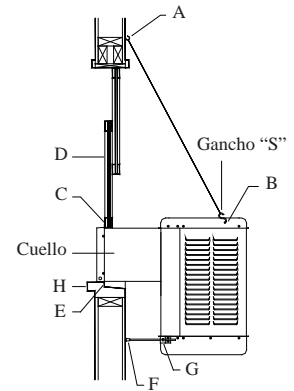

Fig. 2
Ponga los dos ganchos para la cadena arriba del cuello del enfriador, separados por una distancia equivalente al ancho de la unidad (A-fig. 2). Enganche una cadena en cada gancho y luego enganche un gancho “S” en cada cadena. **NOTA:** Los ganchos que vienen con ésta unidad tienen rosca de tornillo para madera y son para uso en paredes de madera. Las paredes de concreto o ladrillo requieren el uso de tuercas mariposas de suficiente fuerza o anclas con ganchos de acoplamiento.
- **Coloque el enfriador en la ventana.** Coloque el cuello del enfriador dentro de la ventana para que la parte inferior de la pestaña del cuello se asiente en la repisa de la ventana y la pestaña (E-fig. 2) se ajuste contra el borde de la repisa (H-fig. 2). Con el enfriador situado en la ventana, enganche los ganchos “S” en los agujeros encontrados en la esquina trasera superior de la unidad (B-fig. 2).
- **Coloque la ventana detrás de la guarda de retención.** Levante la parte trasera del enfriador para que la ventana (D-fig. 2) pueda bajarse y quedar detrás de la parte superior de la guarda de retención (C-fig. 2).
- **Ajuste las patas.** Saque las patas (F-fig. 2) para que los toques de hule descansen contra el costado de la pared. Apriete el tornillo del collar (G-fig. 2).